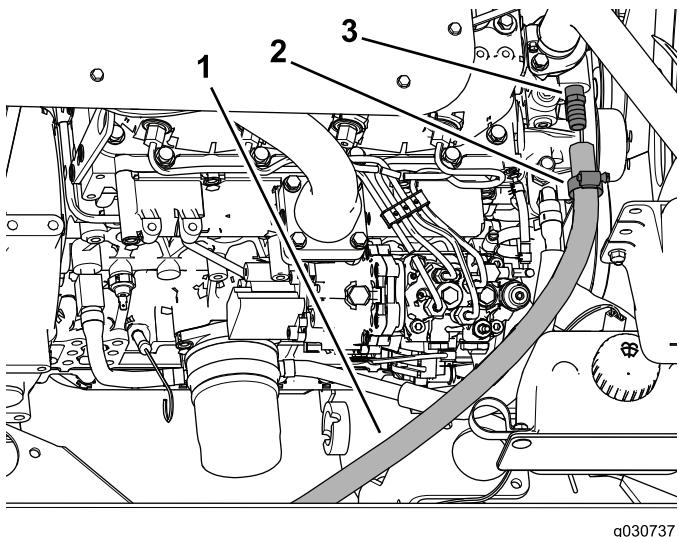

Рисунок 39
- Наденьте шланговый хомут на подающий шланг, затем наденьте шланг на штуцер (3/8 NPT x 0,625 [ступенчатая поверхность]), как показано на Рисунок 39.